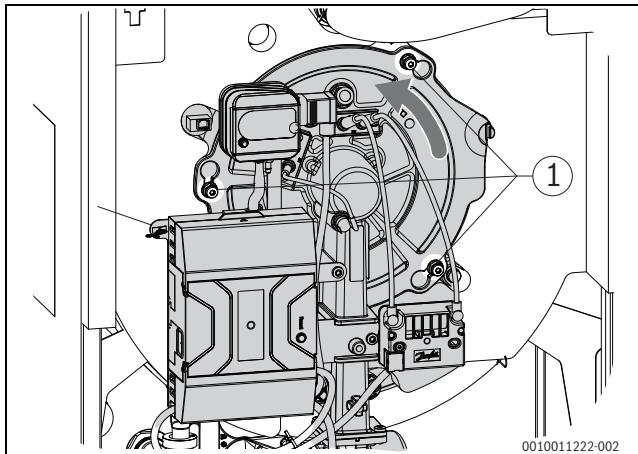

Bild 53 Befestigungsmuttern lösen
- Drei Befestigungsmuttern (→Bild 53, [1]) lösen.